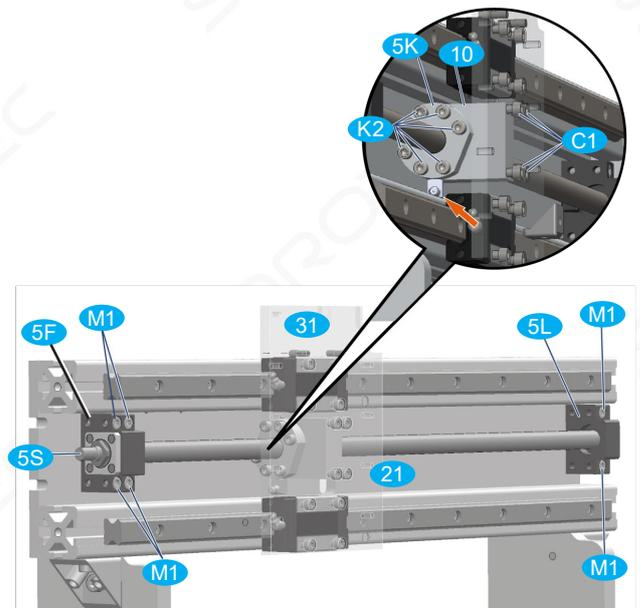

Bild 28: Montage Flanschbock und Y-Schlitten
- Vormontierten **Y-Antrieb** **5** wie in Bild 28 dargestellt hinter dem Schlitten **Y** durchführen. Loslager **5L** mit 2 und Festlager **5F** mit 4 Zylinderschrauben **M1** am Portalbalken verschrauben; Schrauben leicht gegenziehen.